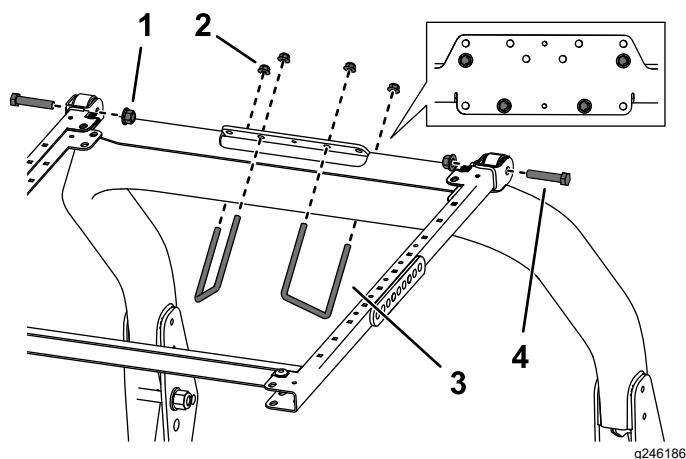

Bild 38
6. Befestigen Sie die Befestigungshalterung des Überrollschutzes an der Oberseite des Überrollbügels der Zugmaschine (Bild 38). Stellen Sie sicher, dass der Überrollbügel in der Befestigungshalterung des Überrollschutzes zentriert ist.
7. Befestigen Sie die Befestigungshalterung des Überrollschutzes mit zwei U-Bügeln ($3\frac{1}{2}$ " x 5") und vier Bundmuttern in den in Bild 38 abgebildeten Befestigungslöchern an der Oberseite des Überrollbügels.